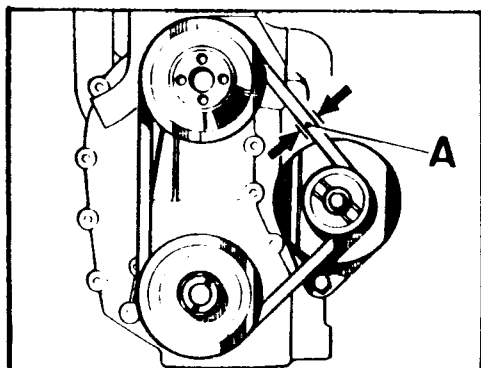

Fig. A1-25 Ajuste de la correa de accionamiento del alternador
- 2.1. Se invertirá del punto 1.5 al 1.1, ajustando el juego libre, A (Fig. A1-25) de la correa, de 10 á 12 mm. en el centro del tramo comprendido entre la polea del ventilador y del alternador.